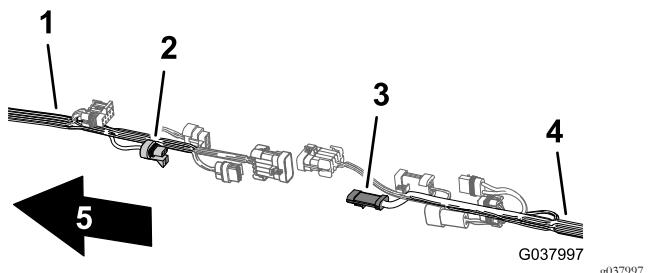

图 107
- 把用于流量表的前线束 3 插槽接头连接至用于流量表的后线束 3 针接头 图 107。